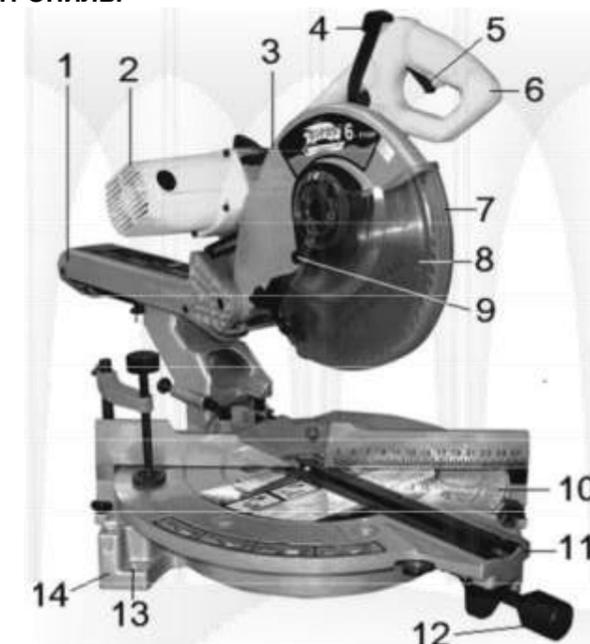
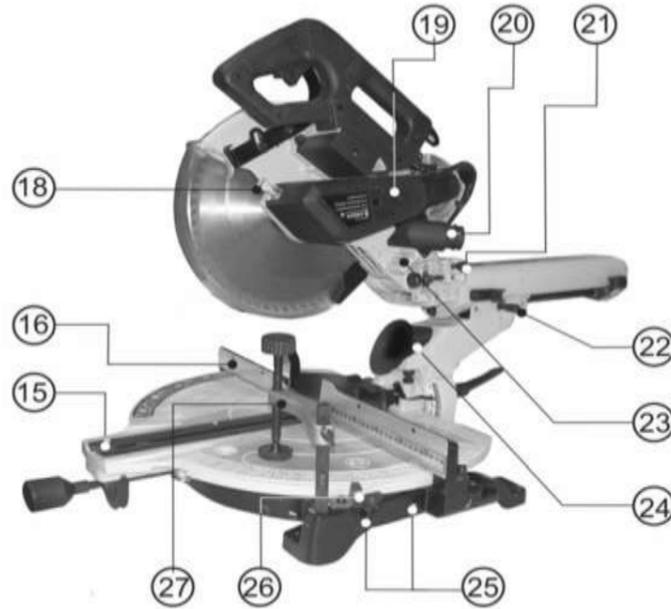
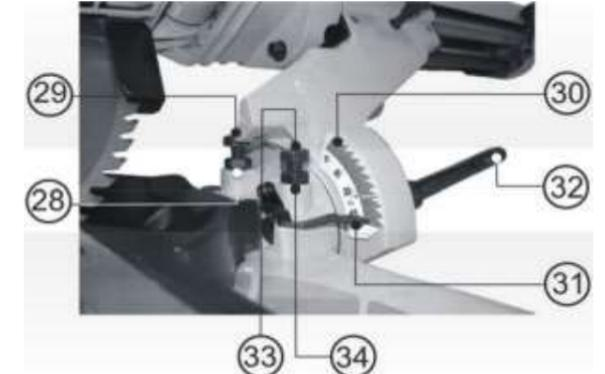
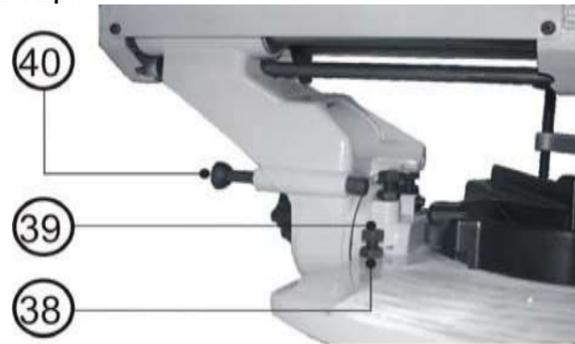

Рис. 2
Рис. 3
Рис. 4
Рис. 6
- Нажмите на рукоятку (6), Рис. 2, перемещения пилы вниз и отведите штифт блокировки пилы в нижнем положении (21), Рис. 3, в крайнее заднее положение.
ВНИМАНИЕ: Штифт блокировки пилы в нижнем положении (21), Рис. 3, применяется только для блокировки пилы при ее транспортировании, а не при пилении.
- 8.2.1. Сожмите металлические выступы зажимного хомута мешка и наденьте его на выходной патрубок (20), Рис. 3.
- 8.3.1. Установите горловину пылесборника в патрубок опоры (24), Рис. 3, ниже режущей головки.
- 8.4.2. Вставьте выдвижную опору в отверстия (25), Рис. 3, станины (14), Рис. 2.
- 8.4.3. Затяните винт фиксации выдвижной опоры (26), Рис. 3.
- 9.1. Необходимо надежно закрепить пилу болтами на верстаке. С этой целью основание пилы имеет четыре отверстия (13), Рис. 2. Это обеспечит устойчивость пилы и безопасность её эксплуатации, предотвратит возможность травматизма.
ВНИМАНИЕ: Перед включением пилы в розетку удостоверьтесь, что выключатель пуска (5), Рис. 2, правильно действует и возвращается в позицию «Выкл.» при его отпускании.
10.3. Рычаг блокировки защитного кожуха, (Рис. 2) .
11.1. Установка ограничительного упора наклона на 90° и на 45° , (Рис. 4)
11.1.1. Для установки ограничительного упора наклона на 90° переместите каретку режущей головки (1), Рис. 2, в крайнее заднее положение и затяните ручку фиксации перемещения каретки (22), Рис. 3. Установите на рабочий стол угольник. Ослабьте фиксирующую гайку (34) и заверните болт (33), Рис. 4, на два оборота по часовой стрелке. Ослабьте ручку фиксации угла наклона (32), Рис. 4., и переместите режущую головку вправо до упора диска в угольник. Установите режущую головку под углом 90° к столу, добившись прилегания всей плоскости диска к угольнику. Затяните ручку фиксации угла наклона (32), Рис. 4. Выверните болт (33), Рис. 4, против часовой стрелки до его соприкосновения с ограничительным упором наклона. Затяните фиксирующую гайку (34), Рис. 4.
Ослабьте ручку фиксации угла наклона (32), Рис. 4. и переместите режущую головку до ограничительного упора наклона влево, а затем до ограничительного упора наклона вправо. Затяните ручку фиксации угла наклона (32), Рис. 4. Еще раз проверьте правильность регулировки угольником (при необходимости повторите регулировку). Установите указатель угла наклона (31), Рис. 4, на 0° шкалы наклона (30), Рис. 4, винтом фиксации указателя.
11.1.2. Установку ограничительного упора наклона на 45° проводите после его установки на 90° . Для установки ограничительного упора наклона на 45° переместите каретку режущей головки (1), Рис. 2, в крайнее заднее положение и затяните ручку фиксации перемещения каретки (22), Рис. 3. Ослабьте ручку фиксации угла наклона (32), Рис. 4, и переместите режущую головку влево до соприкосновения ограничительного упора наклона с болтом (29), Рис. 4. Ослабьте контргайку (28) и болтом (29) подрегулируйте угол 45° . Регулируйте до совмещения указателя угла наклона (31) и отметки 45° на шкале наклона (30), Рис. 4. Затяните контргайку (28), Рис. 4.
12.1.1. Для жесткого удержания заготовки всегда пользуйтесь вертикальной струбциной (27), Рис. 3. Для вертикальной струбцины имеются шесть отверстий в станине. Вертикальная струбцина (27), Рис. 3, устанавливается в отверстия станины (14), Рис. 2. Вставьте стержень вертикальной струбцины в отверстие станины на задней стороне фронтального упора. Установите вертикальную струбцину в соответствии с размером и формой заготовки и зафиксируйте ее с помощью зажимного винта.
13.1.1. Пила позволяет производить поперечное пиление под углом 90° и косое пиление до 48° влево или вправо (по показаниям шкалы). Для выполнения косого пиления ослабьте фиксацию поворотного стола поворотом ручки фиксации поворотного стола (12), Рис. 2, против часовой стрелки. Поверните поворотный стол (11), Рис. 2, до положения, когда указатель рабочего стола совпадет с требуемым углом на угловой шкале (10), Рис. 2. Имеются фиксированные положения поворотного стола 0°, 15°, 22,5°, 31,6° и 45°. Крепко зафиксируйте поворотный стол вращением ручки фиксации поворотного стола (12), Рис. 2, по часовой стрелке. Зажмите заготовку вертикальной струбциной (27), Рис. 3.
13.2.1. С помощью этой пилы можно пилить с левым наклоном под углом от -3° до 50° (по показаниям шкалы). Снимите горловину пылеотсоса. Отпустите ручку фиксации угла наклона (32), Рис. 4, и установите заданный угол наклона. Для его сохранения снова затяните ручку фиксации угла наклона. Зажмите заготовку вертикальной струбциной (27), Рис. 3. Зафиксируйте каретку режущей головки (1), Рис. 2, в крайнем заднем положении ручкой фиксации перемещения каретки (22), Рис. 3. Включите пилу, после чего нажмите рычаг блокировки защитного кожуха диска, чтобы опустить режущую головку вниз.
Примечание: Для пиления плитуса пила снабжена специальным устройством наклонного пиления под углом 33,9°. Если необходим этот угол, отпустите ручку фиксации угла наклона (32), Рис. 4, и установите блокировочную шпильку (40), Рис. 6, на регулировочный болт (39), Рис. 6, с контргайкой (38), Рис. 6. Затяните ручку фиксации угла наклона (32), Рис. 4.